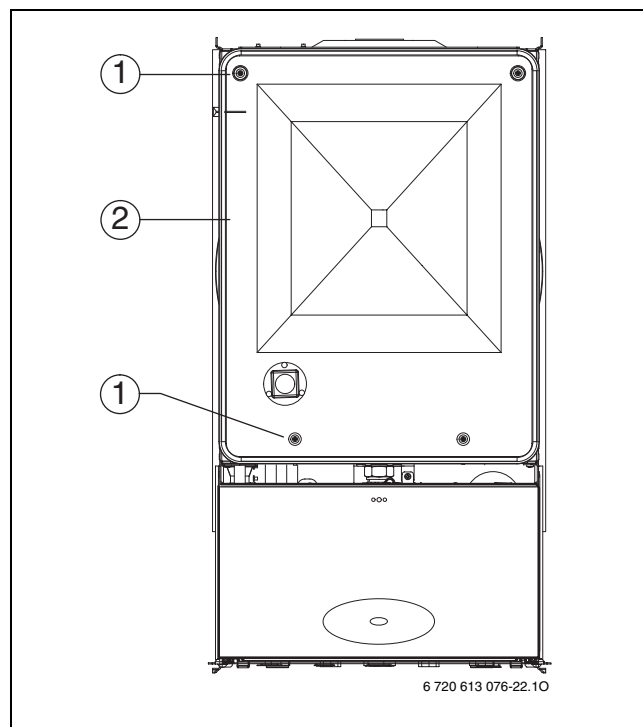

Рис. 47 Кришка камери згоряння
- ▶ Відгвинтити 4 шурупа (1) та зняти кришку камери згоряння (→ рис. 47).